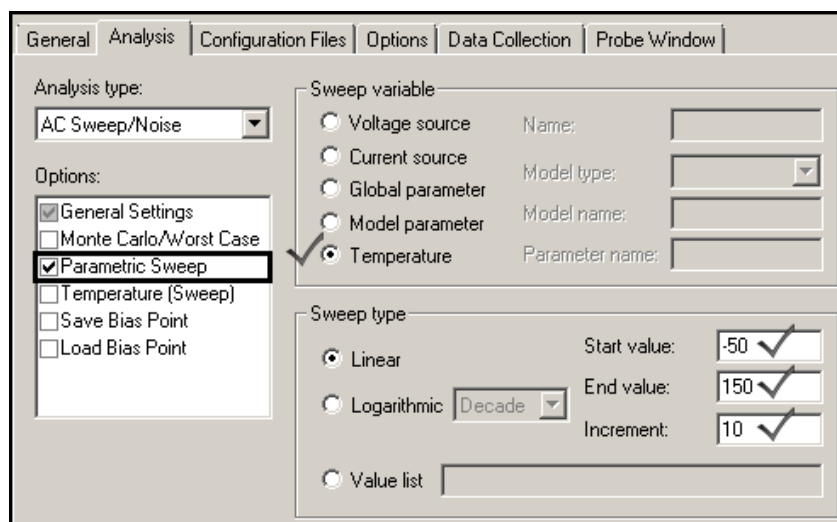

Рис. 84. Настройка частотного анализа для различных температур (Parametric Sweep)
20. В **Options** снять выбор с **Temperature (Sweep)** и выбрать **Parametric Sweep**. Задать параметры, в соответствии с п. 5. лабораторного задания, пример см. рис. 84.
На рис. 84 задано изменение температуры до  $-50$  до  $+150^{\circ}\text{C}$  с шагом  $10$  градусов.